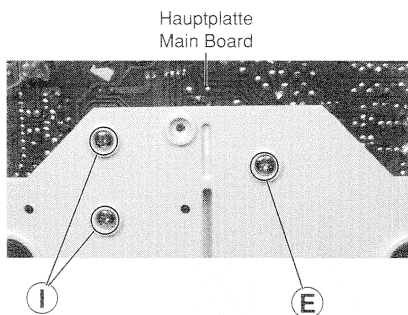

Fig. 2
- Schraube **E** herausdrehen (Fig. 2).
- Undo the screw **E** (Fig. 2).
- 2 Schrauben ① (Fig. 2) herausdrehen.
- Undo 2 screws ① (Fig. 2).